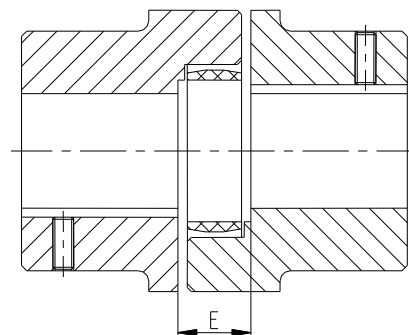

Figura 11: Montaje del acoplamiento
- Desplace los grupos en dirección axial, hasta haber alcanzado la medida E (véase figura 11).